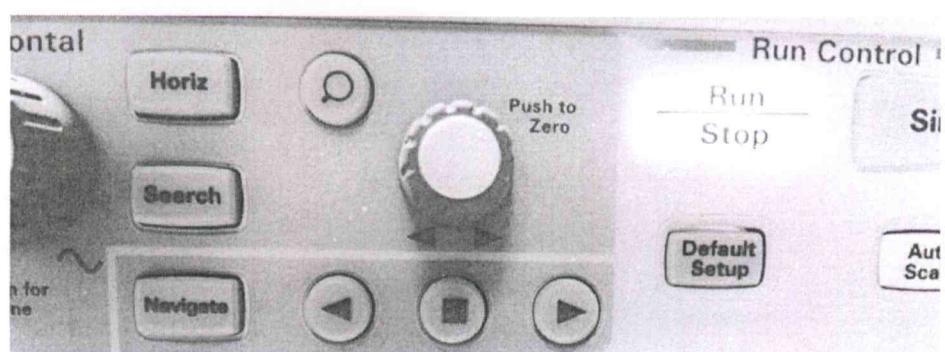

Рис. 6
- Б) Вращать ручку смещения по горизонтали (См. рис. 6) до значения 1 мс.